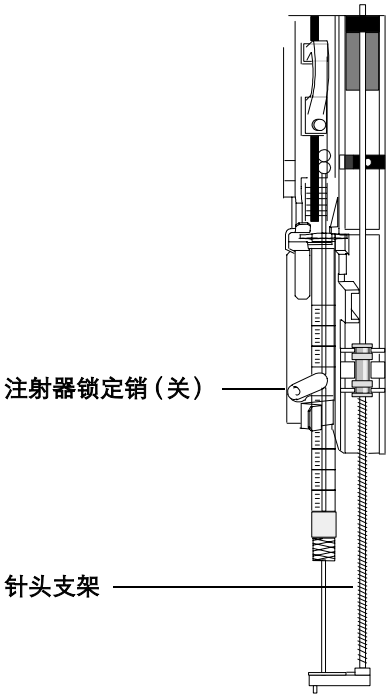

图 57 注射器支架和针头支架及安装的注射器
- 8 通过上下移动滑尺来检查针头与基座中的针头导槽是否对准了。针头应该在针头导槽中光滑地滑动。请参阅图 57。